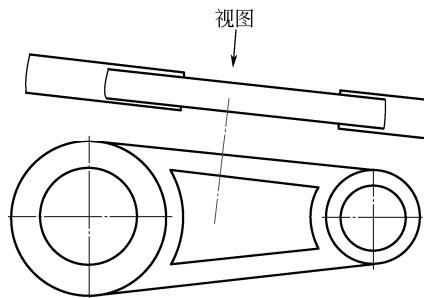

图 8-39 单击以放置视图
- [5] 移动光标直到视图到达需要的位置，然后单击以放置视图，如图 8-39 所示。